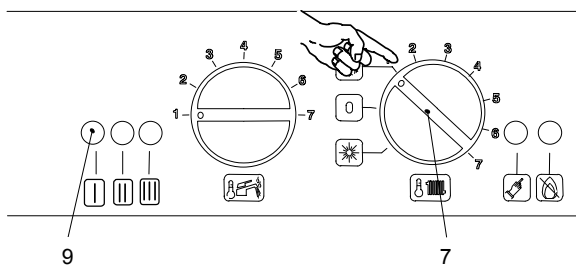

Fig. 2.4
- 3 If the boiler is to be used for c.h. and d.h.w position the function selector 7 as in Fig. 2.4. The appliance operation light 9 will flash every 2 seconds (operating boiler),
- 3 Если котел должен работать в режиме отопления и приготовления горячей воды, переключатель 7 должен находиться в положении как указано на рис. 2.4. Индикатор котла 9 будет мигать каждые 2 секунды (котел работает).